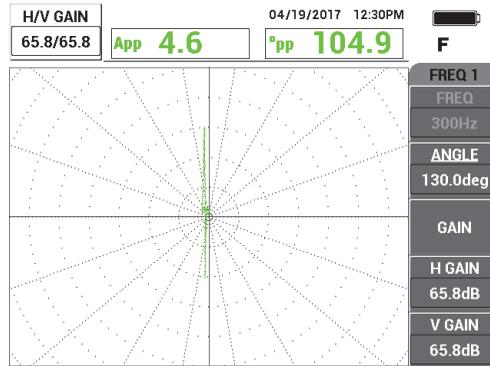

Figura 5-229 Ajuste de ganancia
4. Pulse la tecla GAIN (**dB**); después, aumente la ganancia hasta que la señal de la perforación alcance 6 divisiones verticales hacia arriba (en altura). Vea la Figura 5-229 en la página 314.